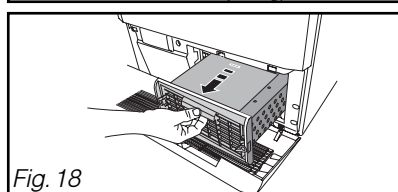

Fig. 18
- Retirez-le délicatement (Fig. 18).